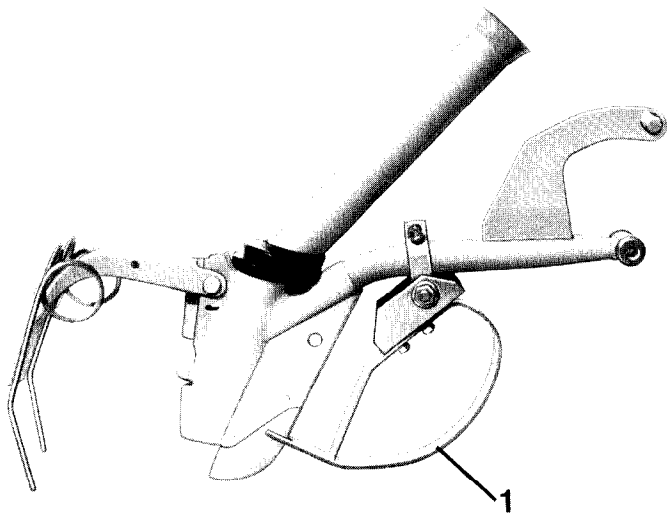

Fig. 3
3.5.1 Kompaktschar (Fig. 3)
Tiefenbegrenzer für Kompaktschare (Fig. 3/1).